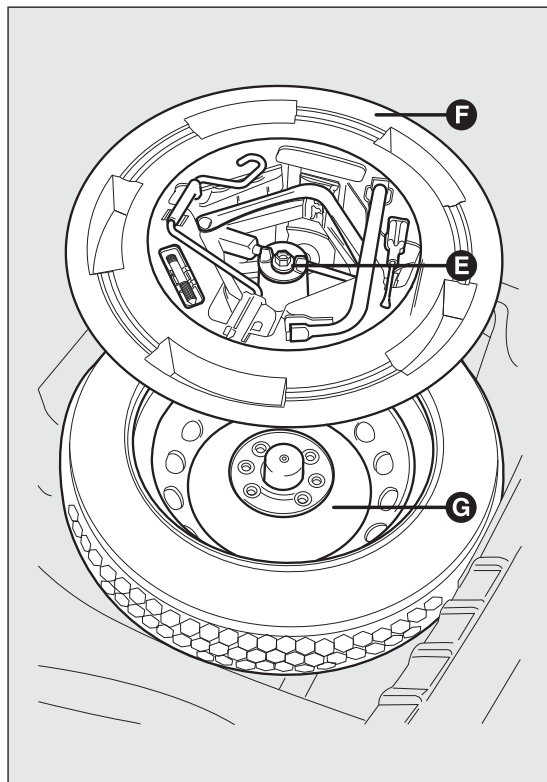

fig. 131
- ☐ ranger la roue compacte de secours G fig. 131 dans le logement prévu à cet effet dans le coffre à bagages ;